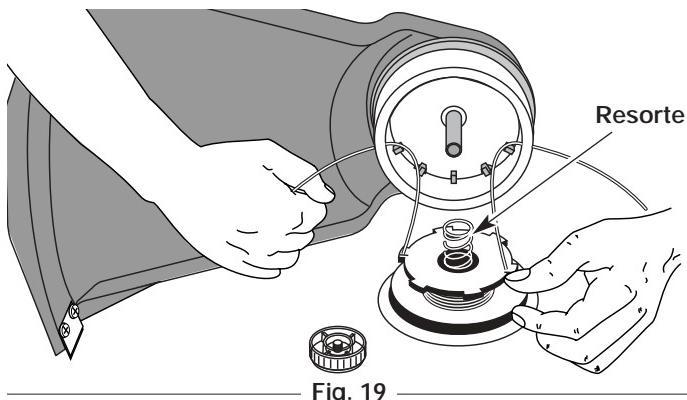

Fig. 19
13. Inserte los extremos de la línea a través de los ojalillos de la bobina exterior y coloque el carrete interior con el resorte dentro de la bobina exterior (Fig. 19). Empuje el carrete interior y la bobina exterior entre sí. Mientras sostiene el carrete interior y la bobina exterior, tome los extremos y tire con firmeza para soltar la línea de las ranuras de fijación de la bobina.
5. Inserte los extremos de la línea en los ojalillos de la bobina exterior (Fig. 19).